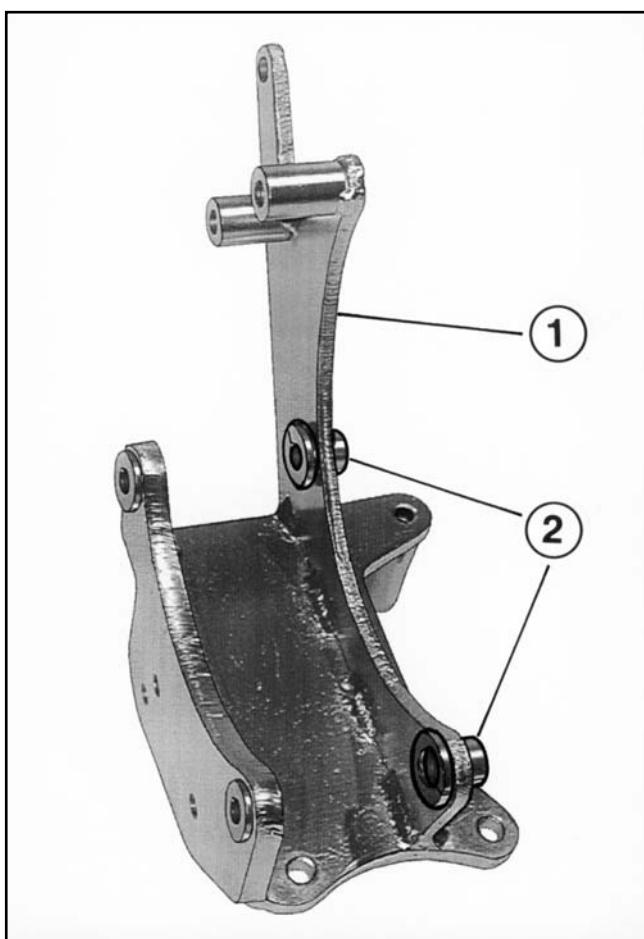

FIG. 4
**I** Fissare la staffa «5» di supporto pompa idroguida in corrispondenza del foro «i», del blocco motore, indicato in fig. 4. Montare la pompa idroguida «1» fissandola alla piastra «1» ed alla staffa «4», interponendo tra pompa e piastra la staffa «5».
**F** Fixer l'étrier «5» support pompe de direction assistée aux trous «i», du bloc moteur, indiqué fig.4. Poser la pompe de direction assistée «1» et la fixer à la plaque «1» et à l'étrier «4», en interposant l'étrier «5» entre la pompe de direction assistée et la plaque.
**GB** Secure the alternator-hydraulic power steering pump support bracket «5» to holes «i» in the engine block indicated in fig. 4. Install the hydraulic power steering pump «1» and secure it to plate «1» and to bracket «4» inserting bracket «5» between the pump and the plate.
**D** Halterungsbügel «5» der Servolenkungspumpe an Bohrung «i» des Motorblocks-siehe Abb. 4 festschrauben Servolenkungspumpe «1» einbauen und an Träger «1» und an Bügel «4» unter Zwischenlegung des Bügels «5» zwischen Pumpe und Träger einbauen.
**E** Fijar la abrazadera «5» de soporte borna servodirección en correspondencia con el orificio «i» del grupo motor, indicado en fig.4. Montar la borna servodirección «1» fijandola a la placa «1» y a la abrazadera «4», interponiendo la abrazadera «5» entre la borna y la placa.